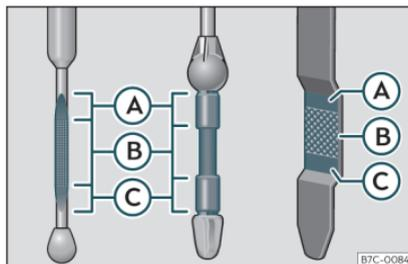

Fig. 202 Asta di misurazione livello olio motore.
- In seguito, estrarla di nuovo e controllare il livello dell'olio»» fig. 202. Se necessario, rabboccare dell'olio.
- Quando il livello raggiunge almeno la zona »» **fig. 202 B**, avvitare attentamente il tappo del bocchettone di rifornimento »» **ⓘ**.
Se il livello dell'olio si trova al di sopra della zona»» **fig. 202 A**, non avviare il motore. Pericolo di danni al motore e al catalizzatore.
Il livello dell'olio non deve in nessun caso essere al di sopra dell'area»» **fig. 202 A**. L'olio in eccesso potrebbe altrimenti essere aspirato attraverso lo sfiato del basamento ed essere liberato nell'atmosfera attraverso l'impianto di scarico.